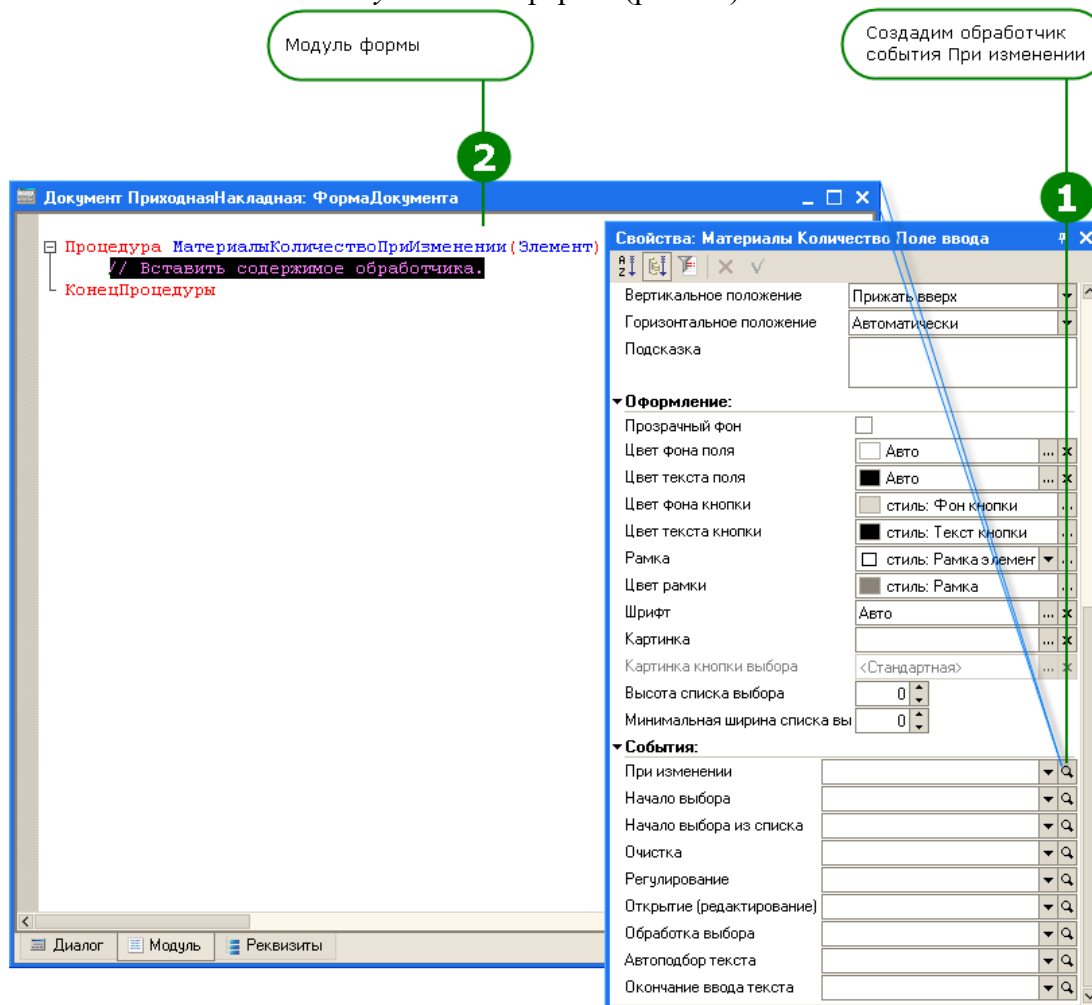

Рис. 10. Выберем событие «При изменении», и система создаст заготовку процедуры в модуле формы...
4. Щелкните по кнопке с лупой в конце поля ввода, и система создаст заготовку процедуры обработчика этого события в *модуле* нашей формы (рис. 10).